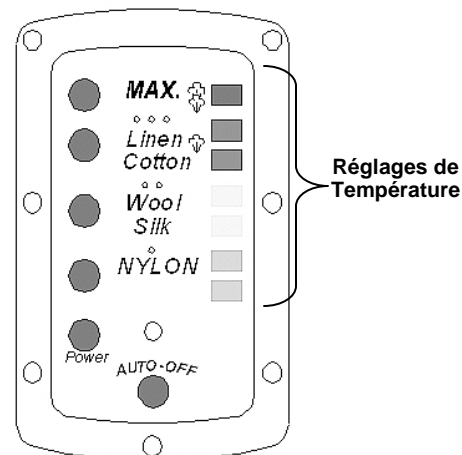

Fig. 5
- Le voyant à droite de l'affichage DEL cesse de clignoter lorsque la température désirée est atteinte. (Fig. 5)